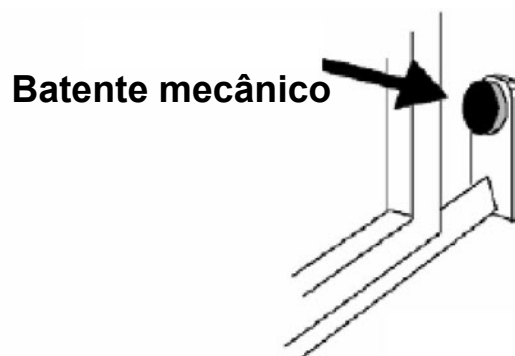
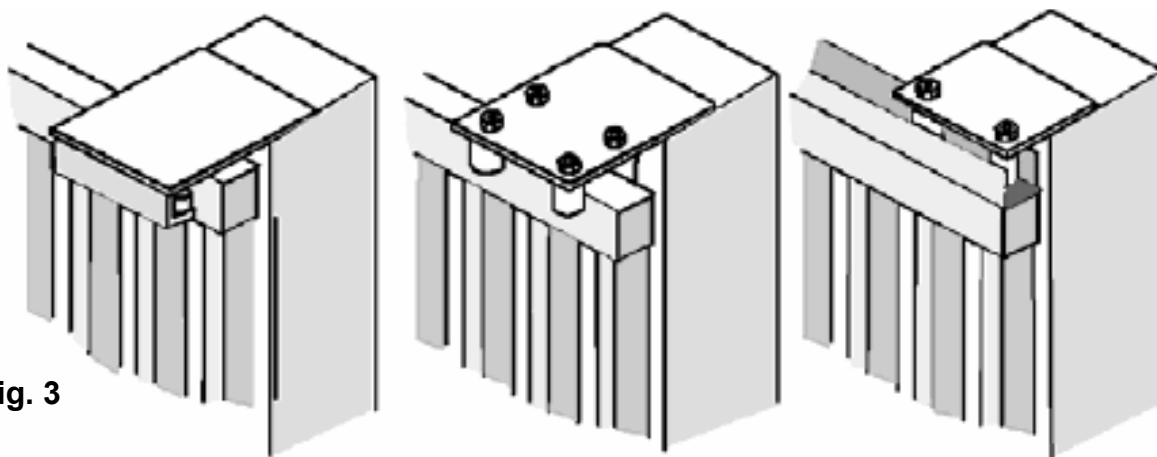

Fig. 2
Fig. 3
- Antes de efectuar a montagem do automatismo, verificar que o portão está a funcionar na perfeição, também deve verificar que a calha onde o portão desliza (**ver Fig. 1**) não apresenta deformações, que está perfeitamente ao nível e que está presente o batente mecânico na abertura (**ver Fig. 2**) para evitar que o portão saia para fora da calha superior (**ver Fig. 3**).
- Verificar a calha superior onde o portão desliza (ver Fig. 3) que está bem firme e o portão corra livremente
Posicionar o motor e fixá-lo com os parafusos e anilhas fornecidos. A (Fig.2).
Fixar a cremalheira no portão em segurança a uma distância de 2 a 3 mm do pinhão do motor (Fig. 3).